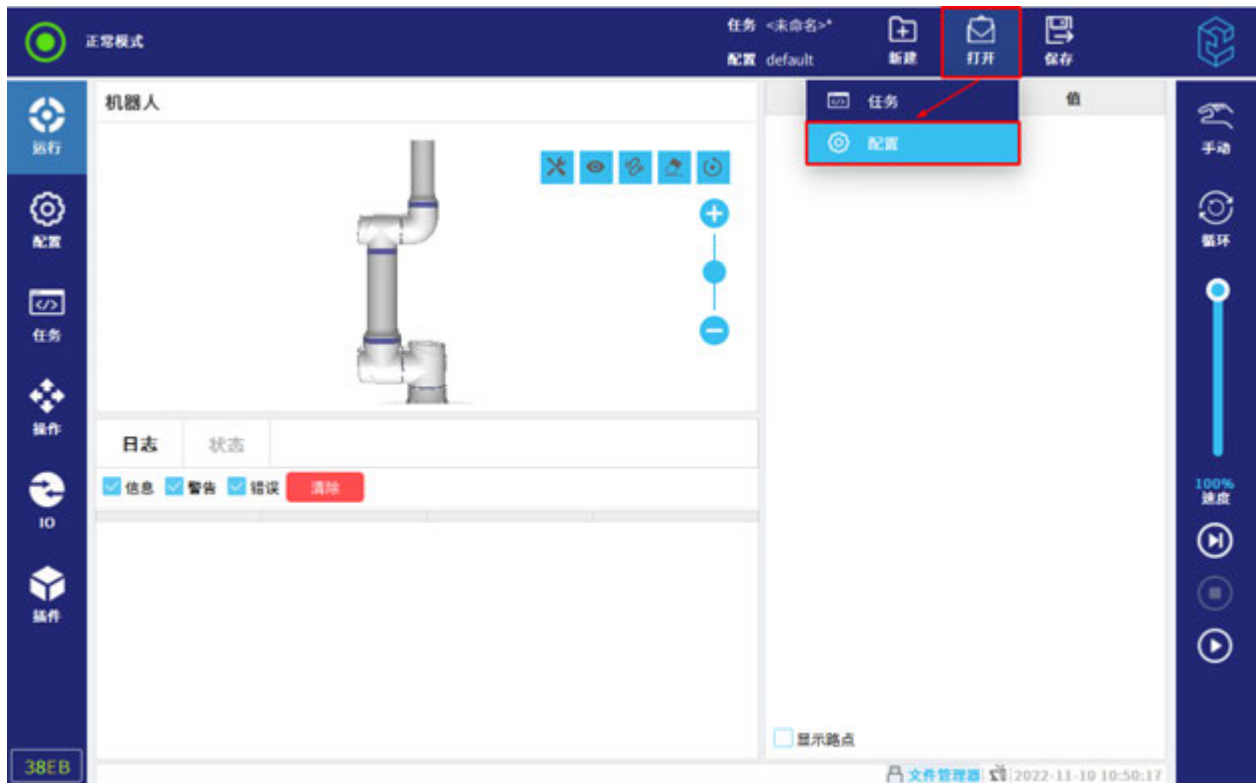

図 8-7 構成ファイルの開き
1. タスクと構成マネージャに、「開き」をクリックして、「構成」を選定する、図 8-7 に示す。